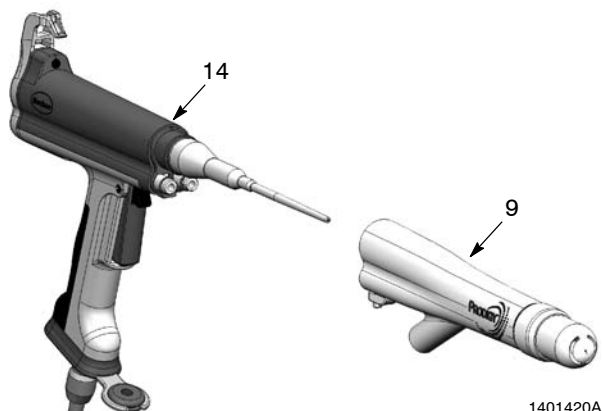

Fig. 15 Dépose de l'adaptateur
3. Voir la figure 15. Tirer l'adaptateur (9) bien droit hors du corps du pistolet (14).
6. Voir les figures 15 et 14. Monter l'adaptateur sur le corps du pistolet. Serrer la vis de blocage.
5. Voir les figures 15 et 14. Monter l'adaptateur sur le porte-électrode et le porte-résistance. Serrer la vis de blocage.